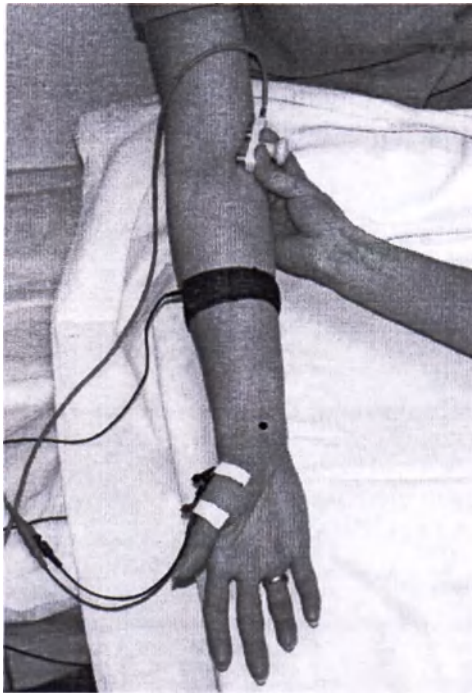

Рис. 11 Стимуляция на уровне локтевого сустава
10. Обозначьте точку положения катода маркером (рис. 11).
11. Проведите стимуляцию на уровне локтевого сустава. Установите стимулирующий электрод таким образом, чтобы углубить его под связку Пирогова. Подберите силу стимула до достижения максимального М-ответа (рис. 11).